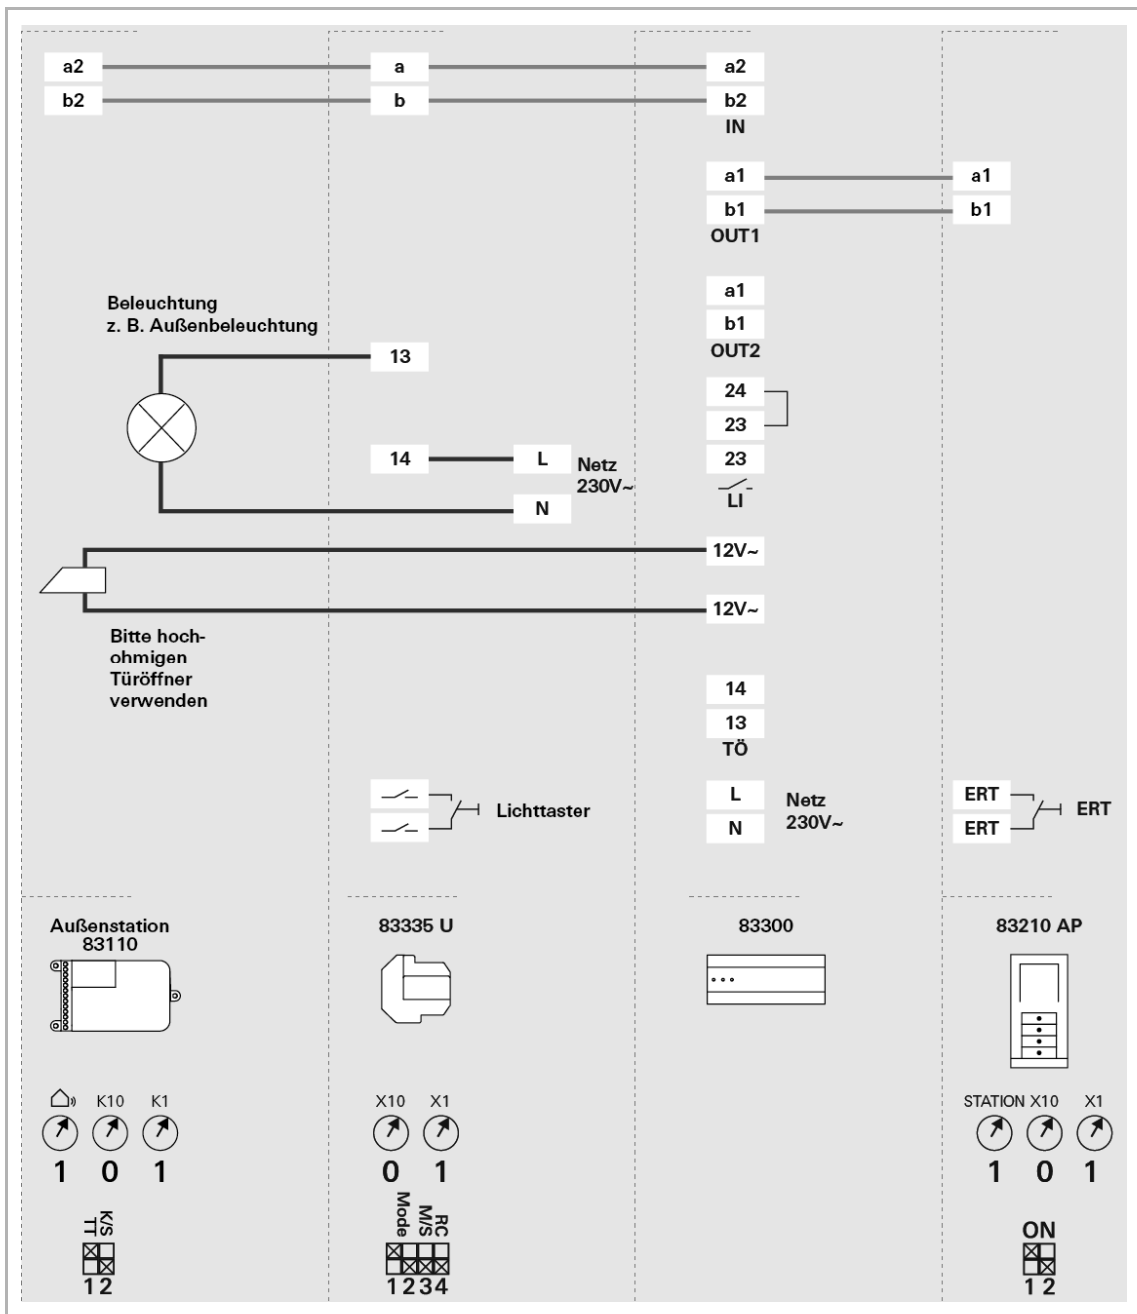

Abb. 34: Schaltaktor Unterputz 83335 U – Betriebsart Außenstelle
4.24.2 Betriebsart Außenstelle (Abb. 34)